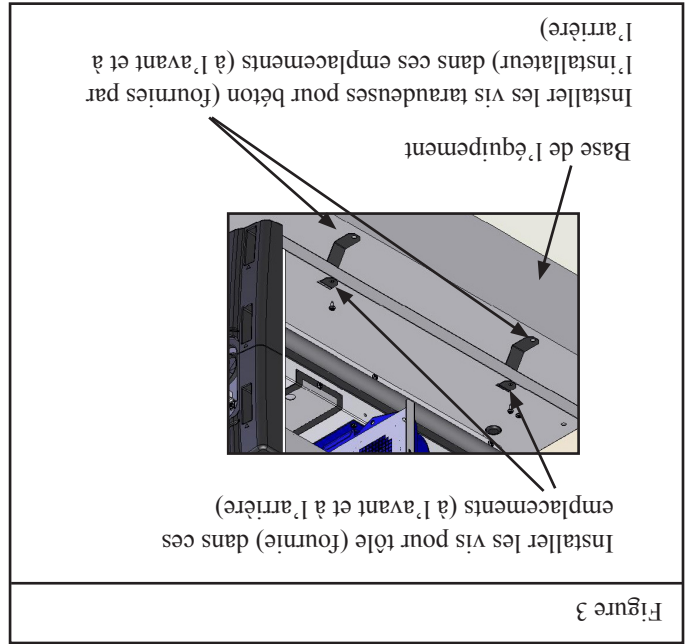

Figure 3
7. Glisser les supports d'attache dans les logements à l'avant de l'embase du réchauffeur à partir du dessous du réchauffeur, pour qu'ils soient placés comme indiqué sur la figure 3. Installer les vis pour tôle dans les trous du support pour attacher le support à l'embase du réchauffeur.
9. L'installation est achevée lorsque les (4) supports sont attachés au réchauffeur et à la base. Installer les panneaux d'accès lorsque l'installation est achevée.